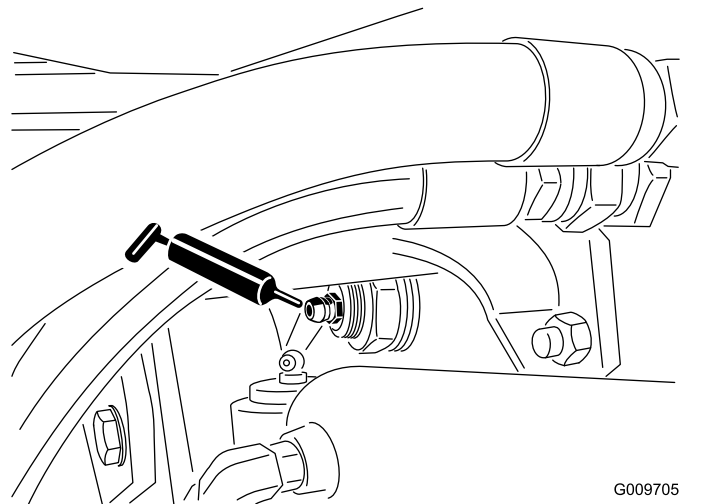

Figura 76
- Casquillos de pivote de eje trasero (2) tal y como se muestra en la Figura 76